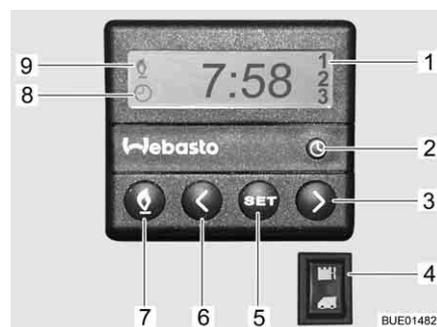

Bild 195 Bedieneinheit für Standheizung
- Taste (Bild 195,7) drücken. Der Heizbetrieb wird durch das Symbol (Bild 195,9) angezeigt. Das Gebläse wird erst bei einer Kühlwassertemperatur von 30 °C zugeschaltet.
- Taste (Bild 195,7) drücken. Das Symbol (Bild 195,9) erlischt.
- Schalter (Bild 195,4) unten drücken. Motor wird vorgewärmt. Das Gebläse wird sofort zugeschaltet.
- Schalter (Bild 195,4) oben drücken. Motor bleibt kalt.
- Taste (Bild 195,2) drücken. Die Uhrzeiteinstellung wird durch das Symbol (Bild 195,8) angezeigt.
- Mit den Tasten (Bild 195,3 und 6) die Uhrzeit einstellen.
- Taste (Bild 195,5) drücken.
- Innerhalb von 10 Sekunden mit den Tasten (Bild 195,3 und 6) die Einschaltzeit einstellen.
- Taste (Bild 195,5) so oft drücken, bis die gewünschte Programmnummer (Bild 195,1) im Display angezeigt wird.